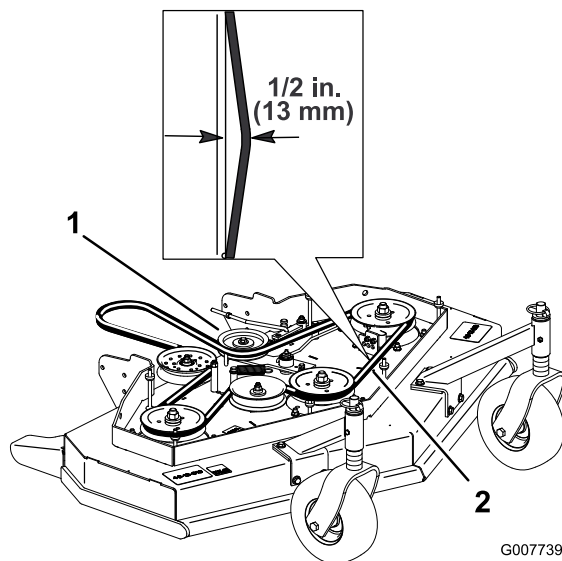

Figure 43
4. Retirez la poulie de tension et la courroie usagée (Figure 43).
**Remarque:** La tension correcte de la courroie du plateau de coupe est de 44-67 N. avec une flèche de 13 mm à mi-chemin entre les poulies (Figure 43).